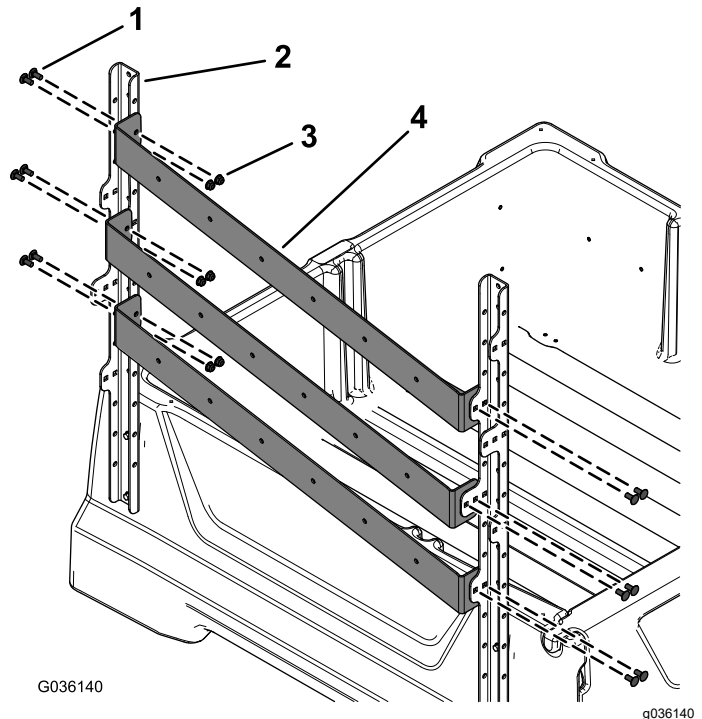

Bild 3
2. Befestigen Sie die drei Schaufelhalterungen mit 12 Schlosssschrauben ($\frac{5}{16}" \times \frac{3}{4}"$) und 12 Bundmuttern ($\frac{5}{16}"$) an der Seite der aufrechten Rahmenhalterung, wie in Bild 3 abgebildet.